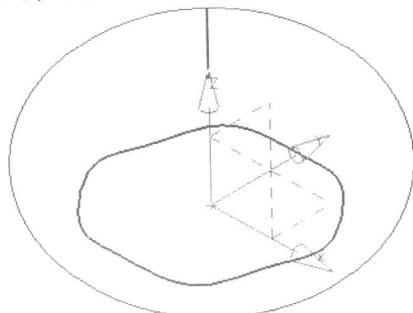

图1-25
3. 使用【规律曲线】功能中的【根据方程】方式，创建规律曲线，结果如图 1-25 所示。